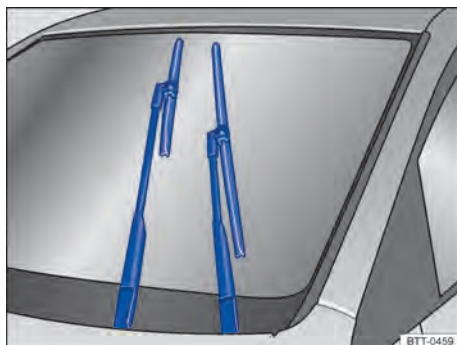

Fig. 136 Limpiaparabrisas en posición de servicio.
En la posición de servicio se pueden levantar los brazos de los limpiaparabrisas. Para poner los limpiaparabrisas en posición de servicio → fig. 136, proceder de la siguiente manera:
- Antes de suspender los brazos de los limpiaparabrisas, colóquelos en posición de servicio → fig. 136.